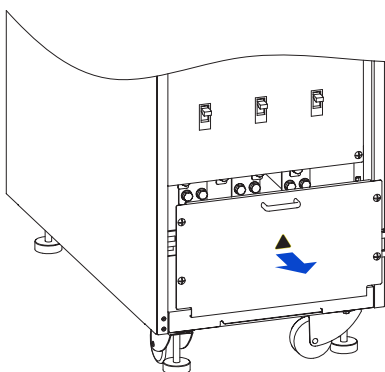

Figura 3-17 Retire la placa de cubierta del cableado inferior
1. Abra la puerta frontal del UPS, retire la placa de cubierta del cableado inferior, (como se muestra en la figura 3-17).